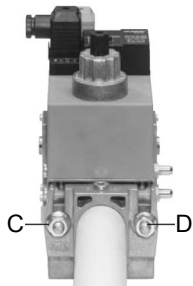
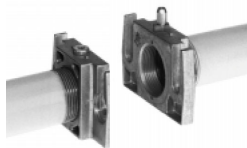
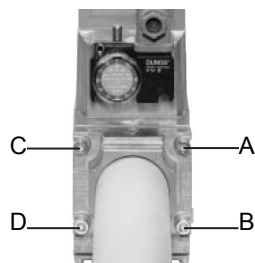

Fig. 4
Fig. 5
Fig. 7
3. stringere le viti A, B, C e D (Fig. 4 - Fig. 5), rispettando le posizioni di montaggio (Fig. 7);
ATTENZIONE: una volta montata la rampa secondo lo schema riportato in Fig. 4, deve essere effettuata la prova di tenuta del circuito gas, secondo le modalità previste dalla normativa vigente.
Attenzione: il diaframma D dell'SKP2 deve essere verticale (vedi Fig. 4).